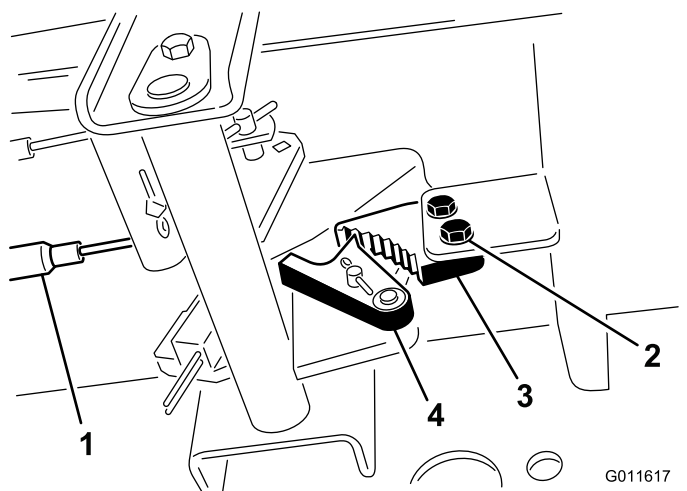

Рисунок 46
1. Ослабьте два винта крепления защелки стояночного тормоза к раме (Рисунок 46).
2. Нажимайте педаль тормоза вперед, пока углубление тормоза не войдет полностью в зацепление с защелкой тормоза (Рисунок 46).